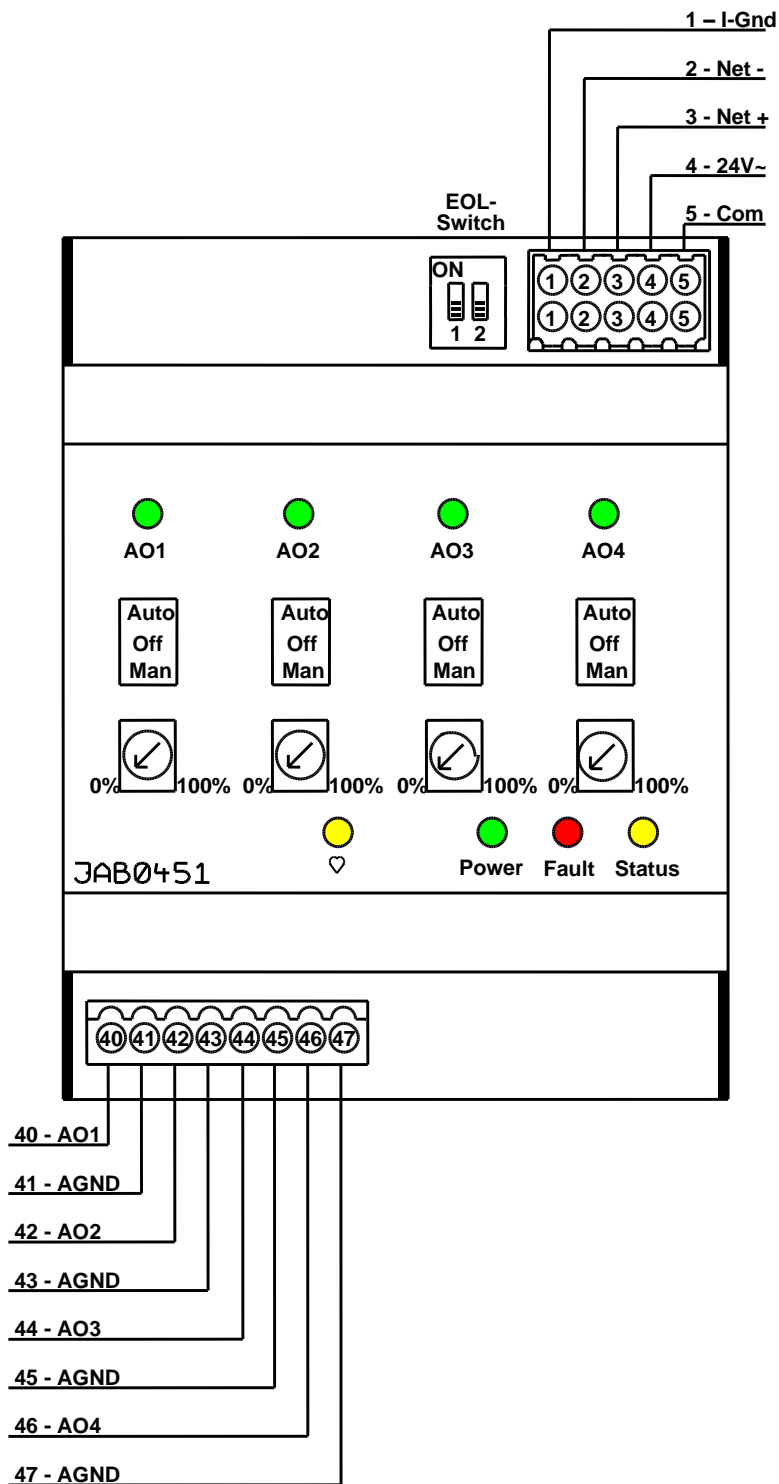

Abb. 1: Anschlussplan des Moduls JAB0451
2. Verdrahten Sie das Gerät gemäß dem Anschlussplan (siehe Abb. 1).